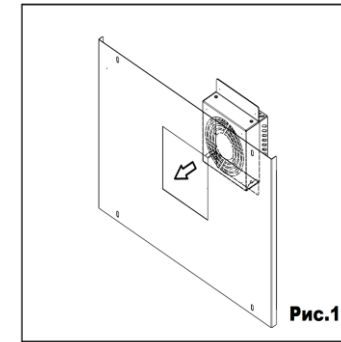
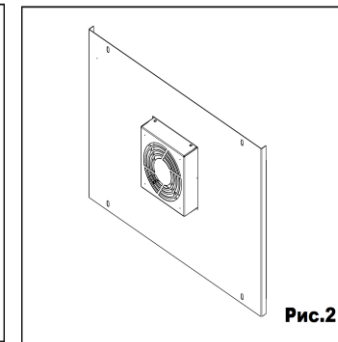

Рис.1
Рис.2
- 5.1 Демонтируйте заглушку и установите вентилятор в заднюю стенку шкафа (Рис.1 и Рис.2).